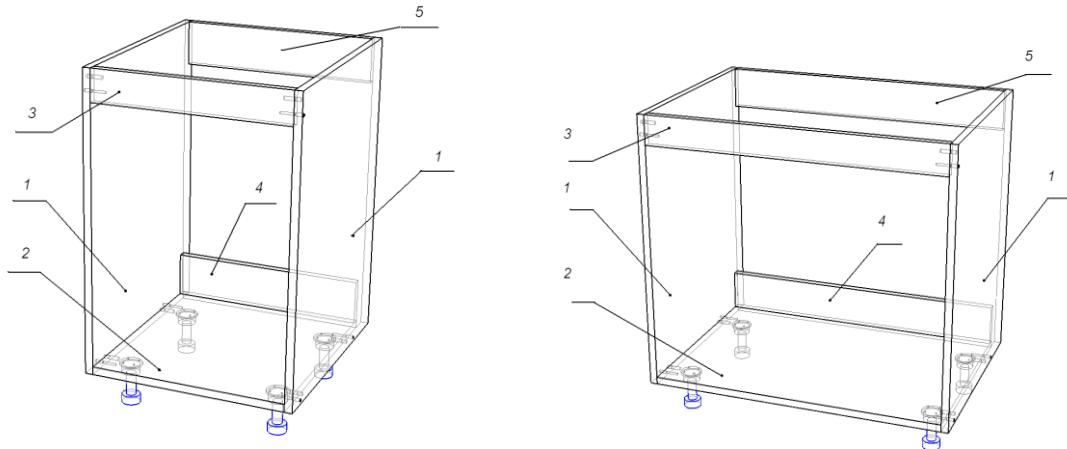

Рис. 28
5. Установка накладных механизмов TIP-ON для подъемников (Рис. 28)
3. Сборка корпуса мойки М01, М02, М20 (Рис. 28):
- собрать боковины (1), лицевую планку (3) и нижнюю горизонталь (2) используя 8 евростяжек 7x50 и 8 шкантов;
- установить планку (5) с помощью двух евростяжек 7x50;
- планка (4) устанавливается (по желанию) с помощью евростяжек после адаптации стола (вырезы в корпусе) к кухонным коммуникациям;